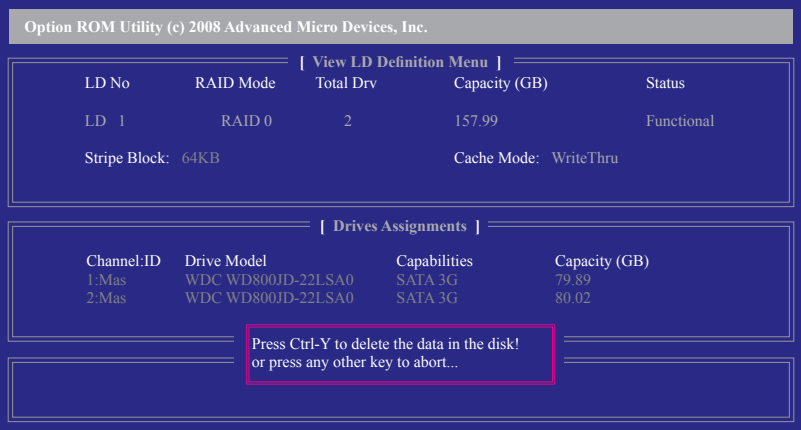

図 9
- 2. View LD Definition Menu が表示され (図 9 を参照)、このアレイに割り当てられたドライブを示します。中断するアレイまたは保管キーを削除する場合、<Ctrl>+<Y> を押します。